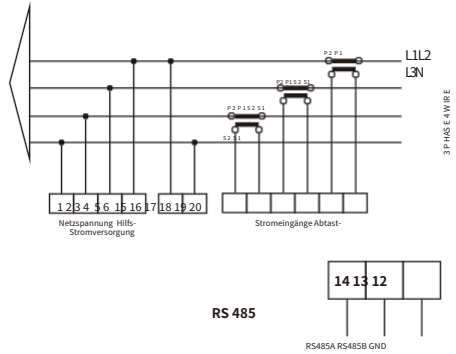
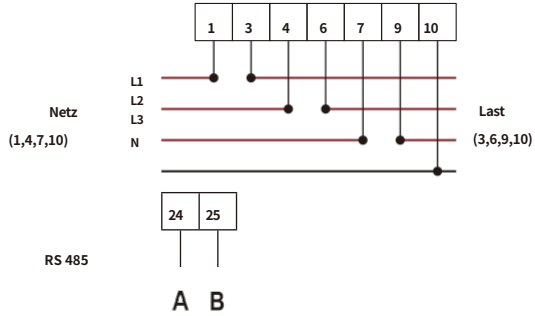

Abb. 7.5 Eastron-Messgerät
Abb. 7.9 CHINT-Messgerät
Für diese Wechselrichterserie stehen mehrere geeignete Smart-Meter-Modelle zur Verfügung. Das erste Modell ist der Eastron SDM630-Modbus V2, der einen maximalen Strom von 100 A direkt messen kann. Weitere Details finden Sie in Abb. 7.1 und 7.4. Für den Eastron SDM630 MCT 40 mA ist ein externer Stromwandler mit einem Sekundärausgangsstrom von 40 mA erforderlich. Weitere Details zum Eastron SDM630 MCT finden Sie in Abb. 7.5 und 7.8. Außerdem wird das CHINT-Messgerät DTSU666 5(80) A unterstützt, das den maximalen Strom von 80 A direkt messen kann. Weitere geeignete Modelle der DTSU666-Serie finden Sie in Abb. 7.9–7.16. Wir empfehlen, Smart Meter bei autorisierten Deye-Händlern oder direkt bei Deye zu erwerben.